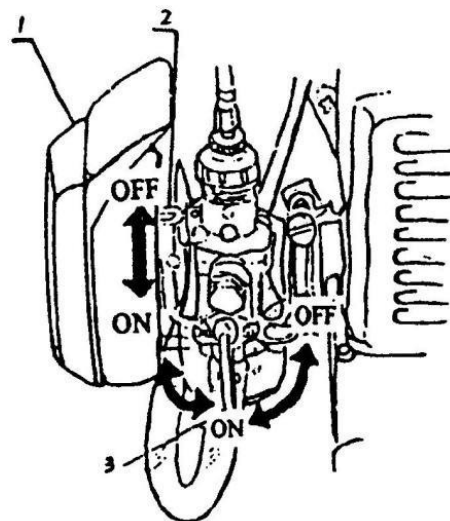

Fig. 9
- 1) Поверните кран топлива в положение «ON», см. рис. 9.